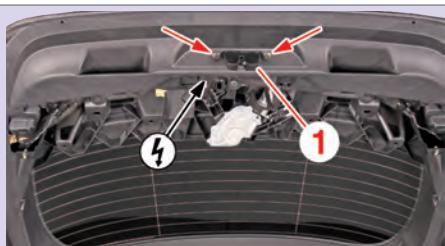

Fig.1
- Déposer la serrure (1) (Fig.1).